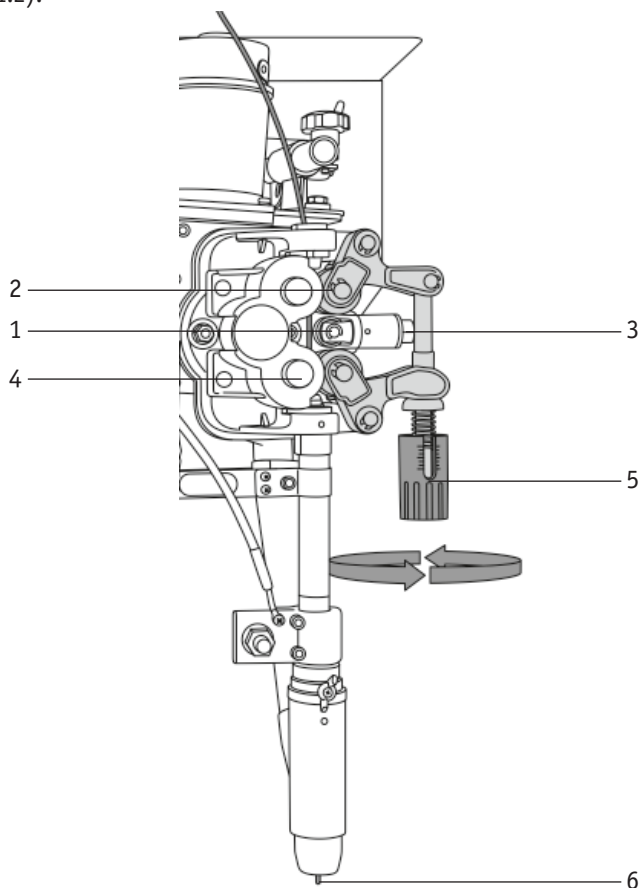

Рис. 8.1.2. Подающий механизм сварочной проволоки.
2. Проденьте проволоку через направляющую штангу сварочной проволоки, подающий механизм и токоподвод, с помощью рукоятки регулировки давления, зажмите проволоку (См. рис. 8.1.2).